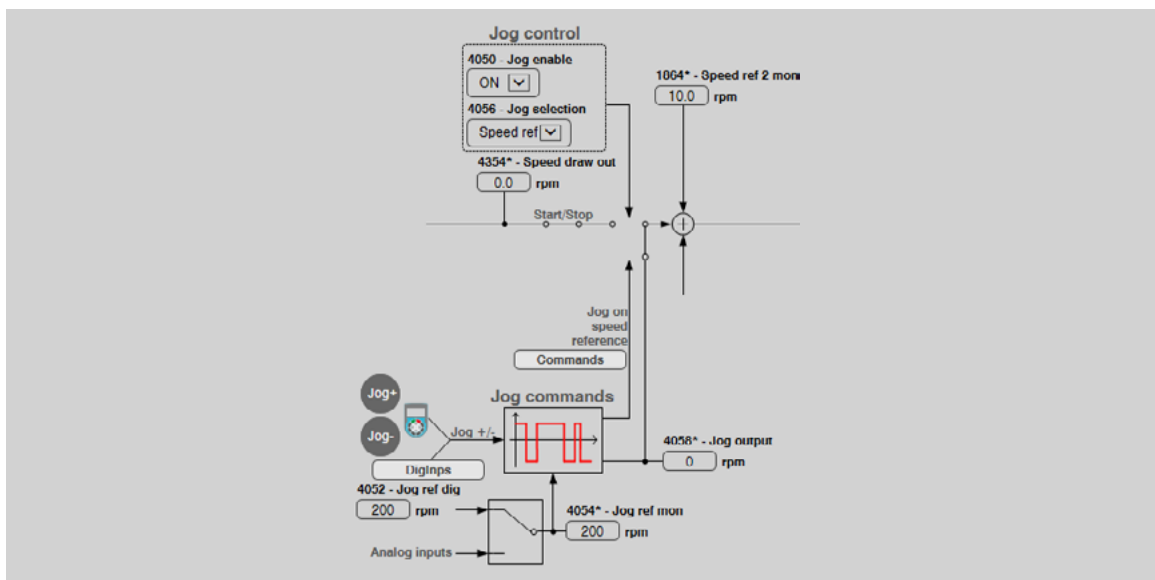

Figura 6-83: Gestione dei riferimenti di **Jog Selection = Speed Ref**
Se invece IPA 4056-**Jog selection** è settato come **Speed ref** l'uscita **Jog output** agisce direttamente a valle della funzione rampa e tutti i contributi precedenti (**Speed ref 1 mon e Speed draw out**) vengono bypassati (vedi figura 6-83). In tal caso l'uscita del Jog entra in somma al riferimento di velocità **Speed ref 2 mon** (vedi figura 6-83) per agire su **Speed reference**.